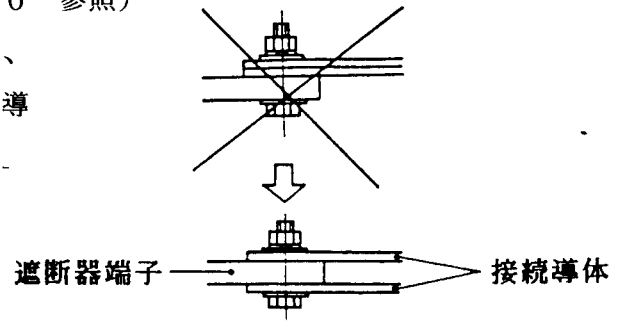

図6. 複数の導体接続
注3) テストジャンパー	遮断器を引出枠から取り出した状態で、遮断器の開閉(電氣的)操作ができます。(保守点検用) (SHEET NO. 71 図6 4参照)
スロークローズ器具	コンタクトの開閉動作(機械的)を確認するための器具です。 (保守点検用) (SHEET NO. 70 図6 3参照)
(9) 端子の両面を接続に利用して下さい。(図6 参照)